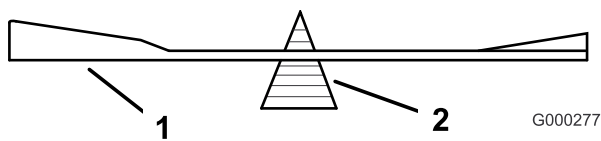
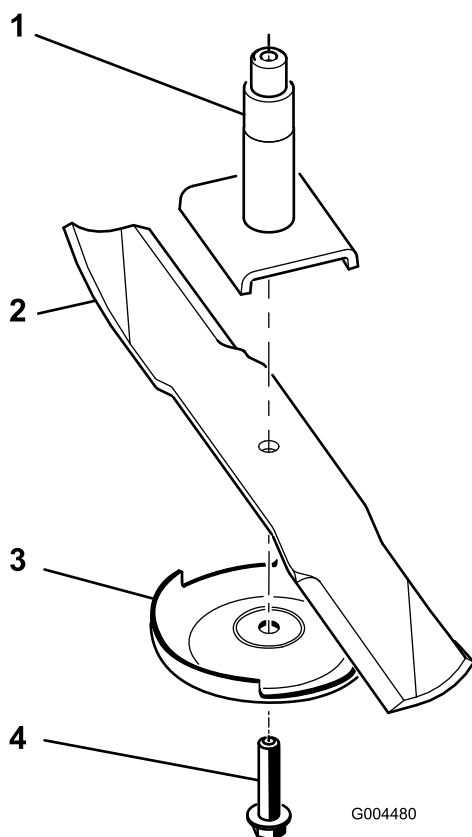

Figure 76
Figure 77
- Enlevez le boulon, la plaque anti-scalp et la lame de l'axe de pivot (Figure 77).
- Vérifiez l'équilibre de la lame en la plaçant sur un équilibreur (Figure 76). Si la lame reste horizontale, elle est équilibrée et peut être utilisée. Si la lame est déséquilibrée, limez un peu l'extrémité de la partie relevée seulement (Figure 77). Répétez la procédure jusqu'à ce que la lame soit équilibrée.
1. Placez la lame sur l'axe (Figure 77).
2. Montez la plaque anti-scalp et le boulon de lame (Figure 77).